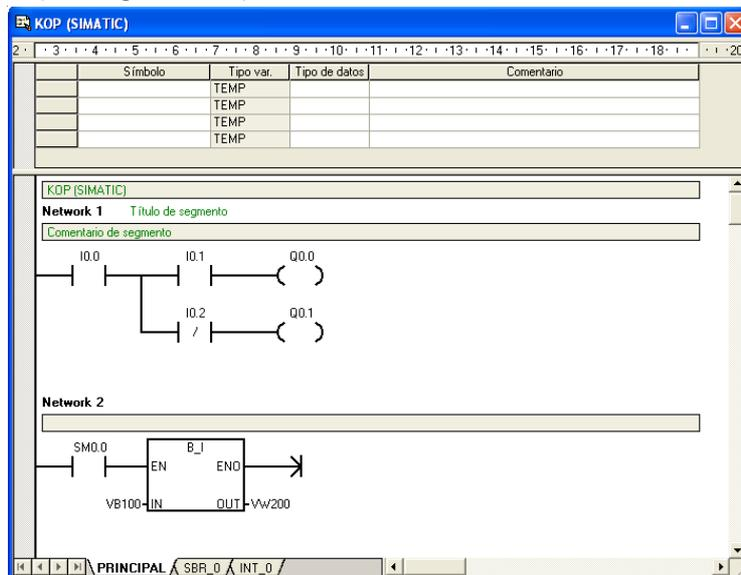

Figura 107: Editor KOP del Step 7-Micro/WIN [37]
- **Esquema de contactos (KOP).** El editor KOP de STEP 7-Micro/WIN permite crear programas con componentes similares a los elementos de un esquema de circuitos. (Ver figura 107)